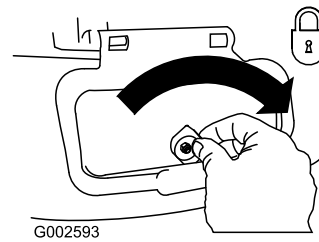

Figur 37
3. Montera sidoutkastarriktaren och stäng luckan till riktaren (Figur 37).